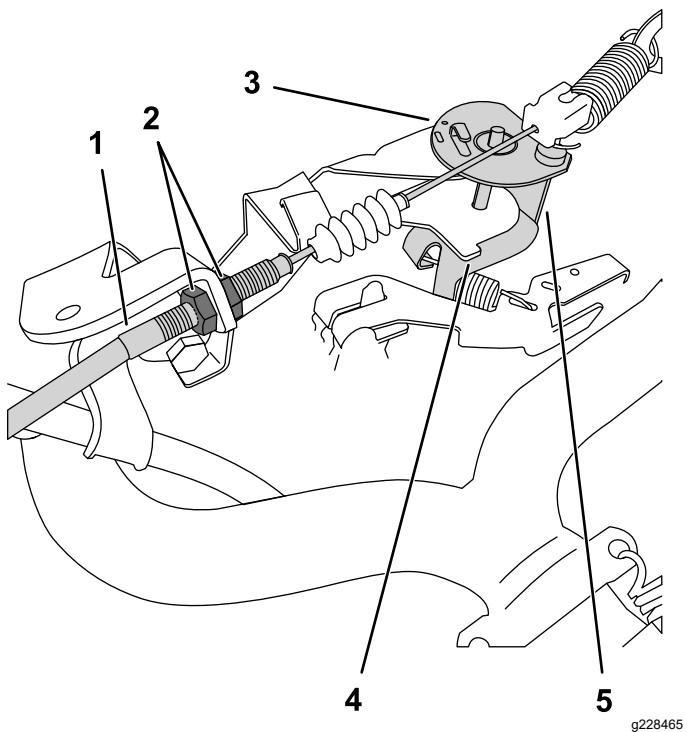

Figure 38
3. Au niveau du câble d'accélérateur, desserrez l'écrou de blocage avant et serrez l'écrou de blocage arrière pour augmenter le ralenti (Figure 38).